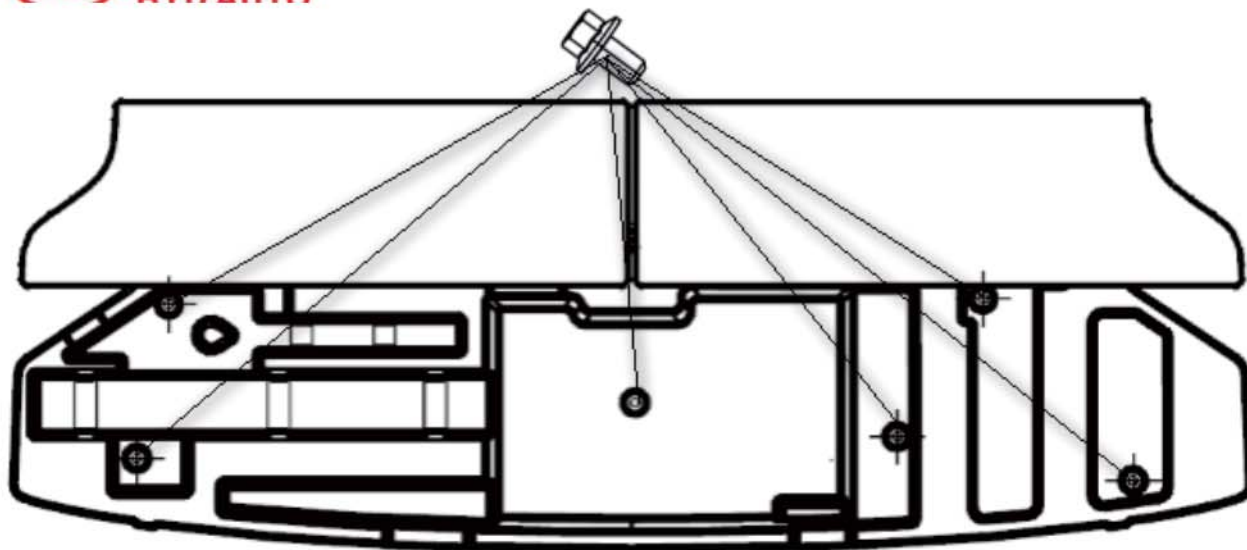

图 2-2-1 行李箱工具盒总成拆卸示意图
- 1、如上图 2-2-1 所示，套筒逆时针拧出 6 个螺栓 Q1860610T1F61，向上抬就可以将行李箱工具盒与左行李箱左右前盖板总成一起从车身上拆下。